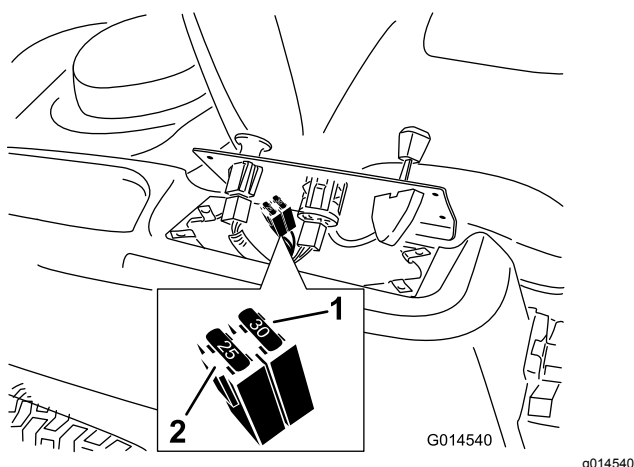

Figura 38
2. Levante el panel de control para tener acceso al arnés de cables principal y al bloque de fusibles (Figura 38).
3. Para cambiar un fusible, tire del fusible para retirarlo (Figura 38).